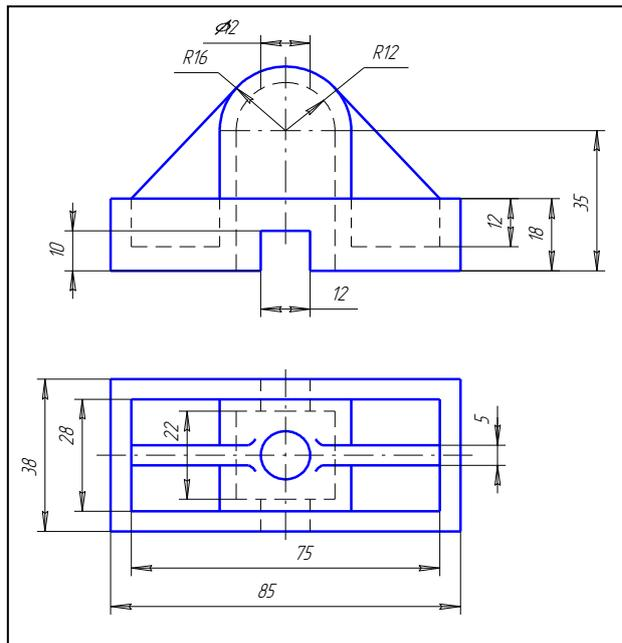

Рис. 74
**Задание.** Выполнить рабочий чертеж детали по изображению на рис. 74;